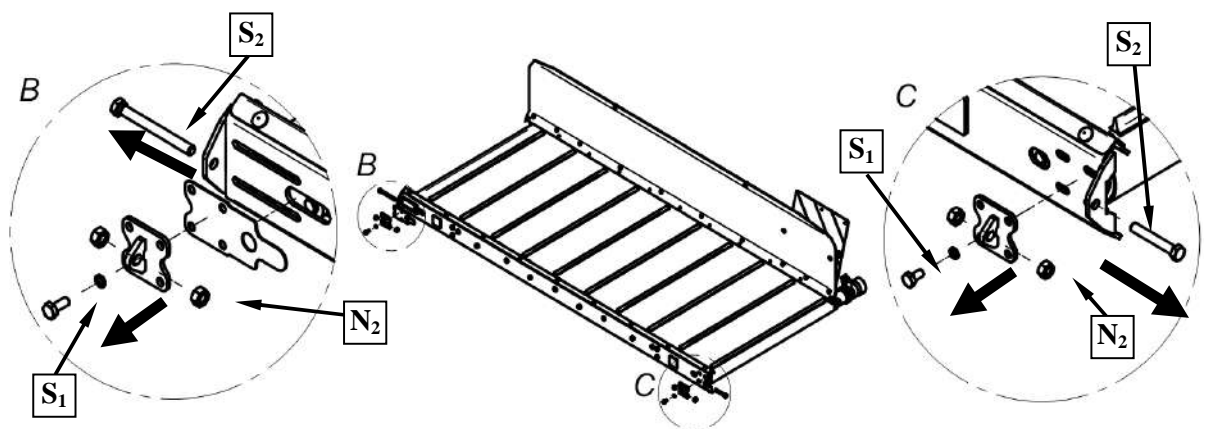

Рис. 43.
2. Открутить болты M10 - S₁, гайки M12 - N₂ регулировочные винты M12 - S₂ передних натяжных устройств (Рис. 43).